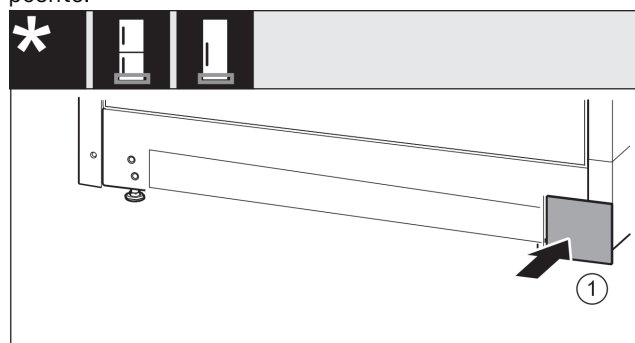

Fig. 17
- Vendosni sërish në vend kapakun mbulues Fig. 17 (1) në anën tjetër.